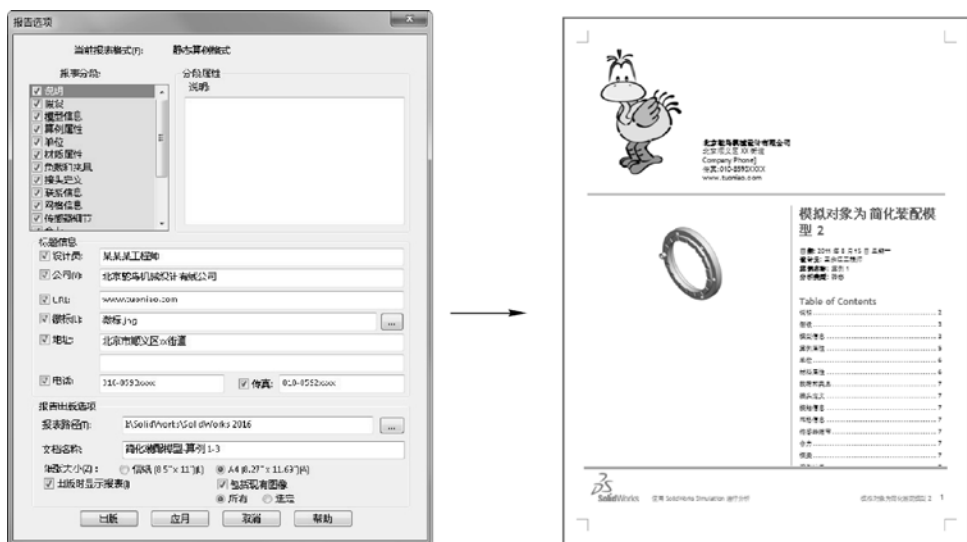

图 10-62 生成报表操作和报表效果
在“报表选项”对话框(参见图 10-62)的“报表分段”选项组中可设置报表中主要主题的组成部分, 包括封页、说明、假设、模型信息、算例属性、单位、材料属性、载荷和约束等。选择后可对分段信息进行编辑。
STEP 15 单击“CommandManager”工具栏“Simulation”标签栏下的“报表”按钮, 打开“报表选项”对话框, 在“报表分段”选项组中选择要报表输出的项目, 在标题信息栏中设置公司信息, 单击“出版”按钮, 可输出当前文件的报表信息, 如图 10-62 所示。